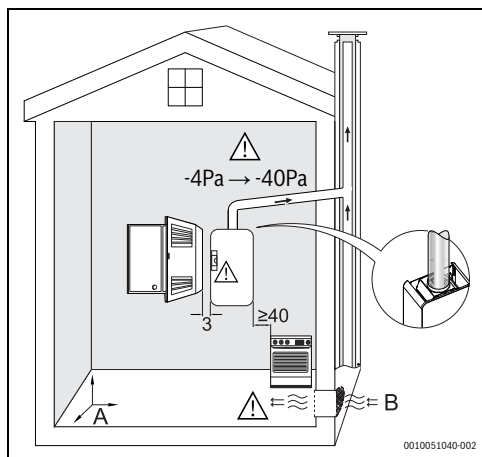

Fig. 10 Requisiti minimi
- ▶ Rispettare le misure minime di installazione indicate nella fig. 10.
- ▶ Garantire la buona accessibilità per i lavori di manutenzione, rispettando le requisiti minimi indicate nella fig. 10.